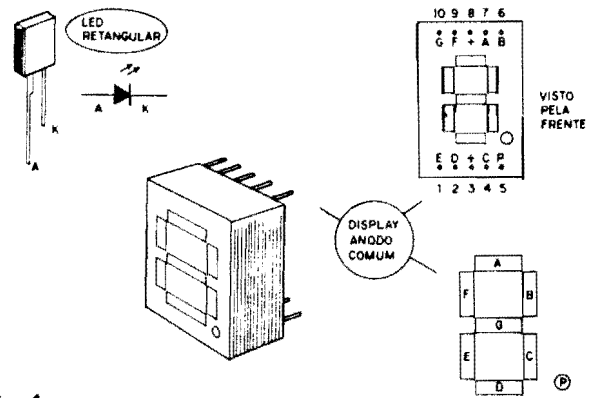

Fig. 4
- FIG. 4 - DETALHANDO OS DISPLAYS... - Os três dígitos dos **displays** do TEDIG são formados por unidades do tipo **anodo comum**, de configuração padrão (são **displays** a LEDs, de 7 segmentos, mais um ponto decimal...), componentes de 10 pinos, cuja identificação de terminais é claramente mostrada na figura... Como é convencional em Eletrônica Digital, os **segmentos** do **display** (aqueles "pedacinhos" com os quais são "desenhados" os algarismos, de "0" a "9"...), são codificados com letras, de "A" até "G", havendo, contudo a presença também de um elemento extra, um ponto decimal (identificado, na figura,